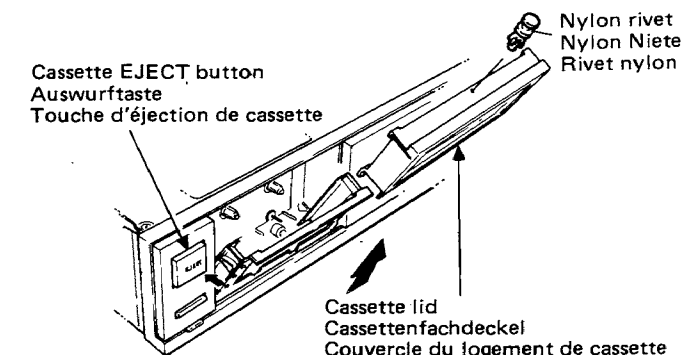

Fig. 1 Abb. 1
### 1. Cassette lid (Fig. 1)
## 1. Cassettenfachdeckel (Abb. 1)
1. Couvercle du logement de la cassette (Fig. 1)